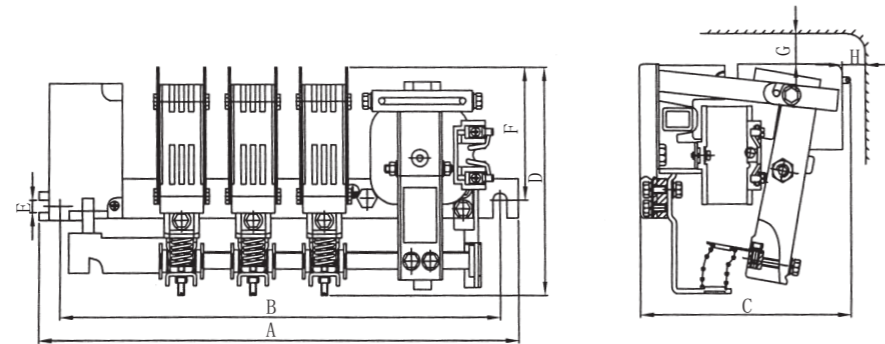

图1
接触器为开启式, 其结构为条架平面布置(见图1)。电磁系统列居右、主触头居中、辅助触头居左, 并装有可转动的停挡, 整个布置便于监视和维修。
6.1 安装及外形见图1
6.2 接触器外形及安装尺寸见图1, 表3